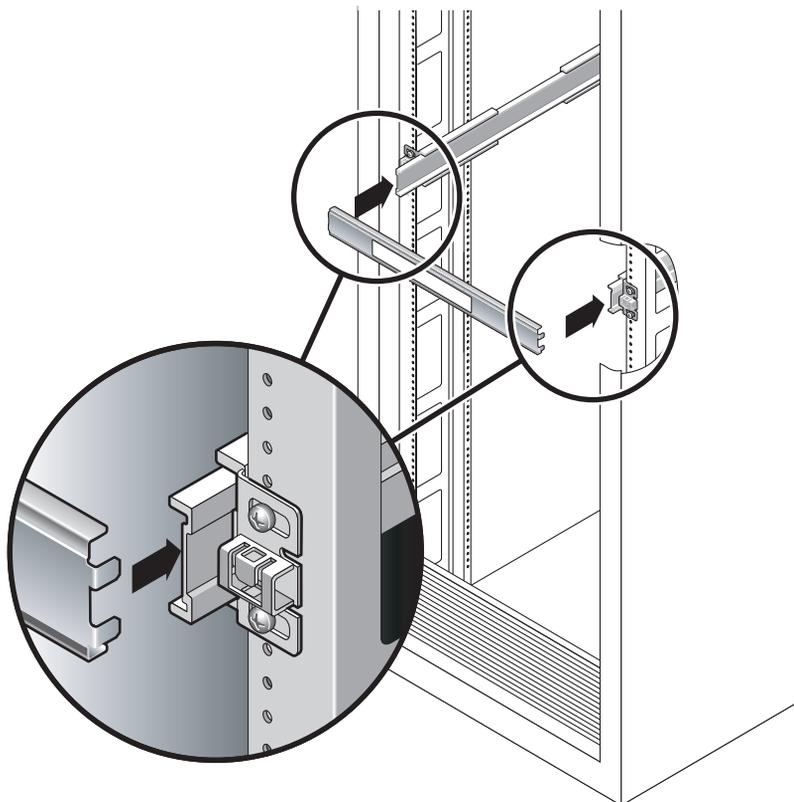

FIGURE 2-6 Utilisation de l'entretoise pour régler la distance entre les rails coulissants
- À l'avant du rack, encastrez le côté gauche de l'entretoise dans les encoches du bout du rail de gauche (voir FIGURE 2-6).